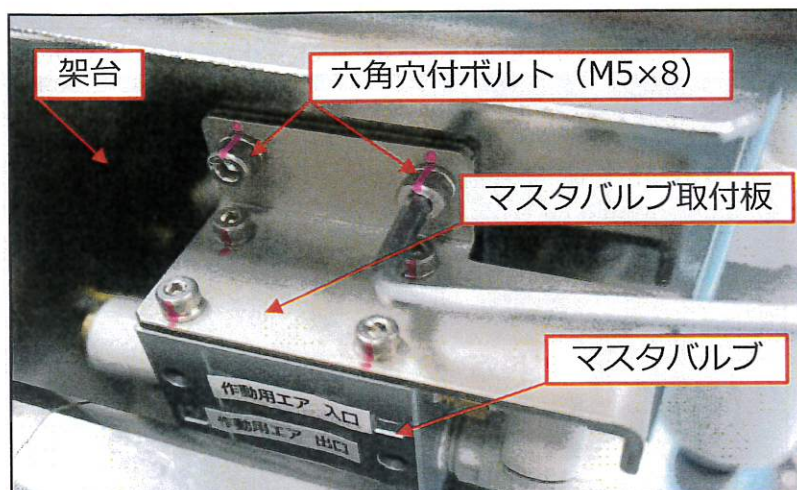

図2-1 マスタバルブの取外し (a)
1. 六角穴付ボルト (M5X8) 2本を六角レンチ (4mm) を用いて取外してください。(図2-1参照)